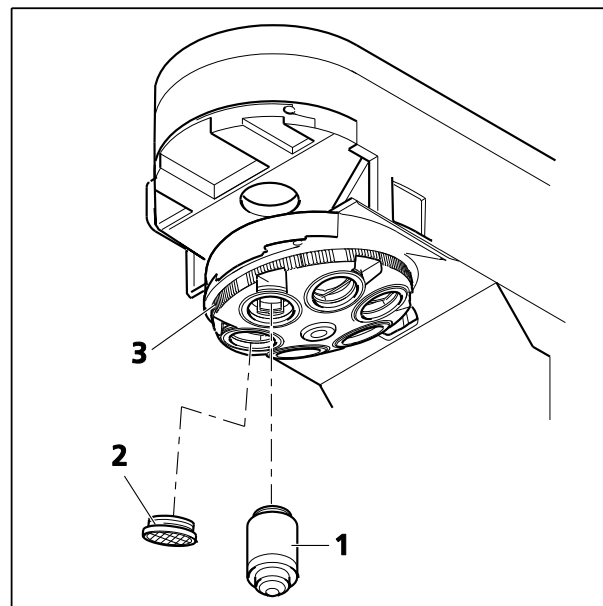

Fig. 17 Vissage des objectifs
- Retirer les capuchons anti-poussière (Fig. 17/2) des orifices de la tourelle porte-objectifs.
- Retirer les objectifs (Fig. 17/1) du boîtier et les visser dans la tourelle porte-objectifs (Fig. 17/3) en commençant par le grossissement le plus faible (rotation dans le sens des aiguilles d'une montre).